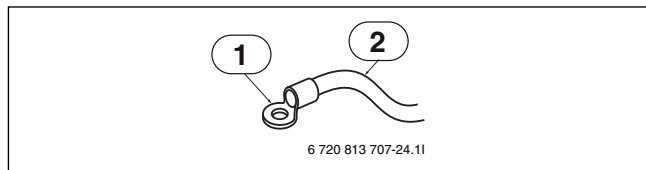

Рис. 29
- ▶ Используйте обжимные наконечники (→ рис. 29) для подключения земли к главной электронной плате.